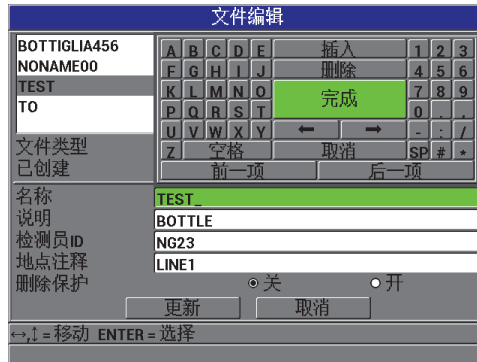

图 7-11 输入新文件信息
2. 在**文件编辑**屏幕中（参见第 116 页的图 7-11），在列表中选择所需的文件。